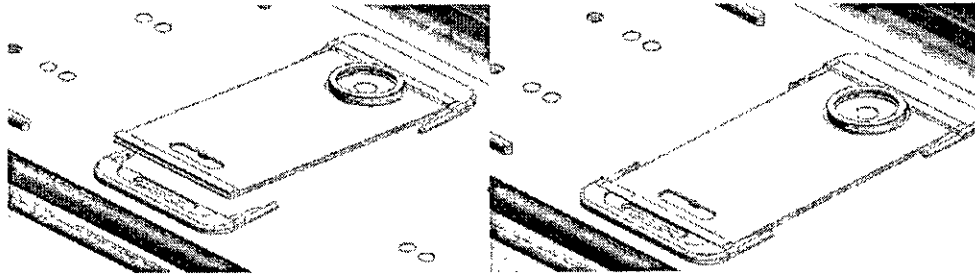

fig. 6.4 - Colocación de los alojamientos de la bobina en la mesa
- 1 Coloque el lado corto del panel en el borde interior del alojamiento correspondiente en la mesa (se muestra en la fig. 6.4), el alojamiento de la bobina debe estar dirigido hacia el interior o el exterior del gantry según la región anatómica y el lado a examinar.
- Presione el asa en la base del soporte (A en la fig. 6.4) en el sentido del gantry, desplace el mismo en la dirección deseada, hasta que la peana (que se describe a continuación) se coloque directamente bajo los pies del paciente y por fin suelte el asa.